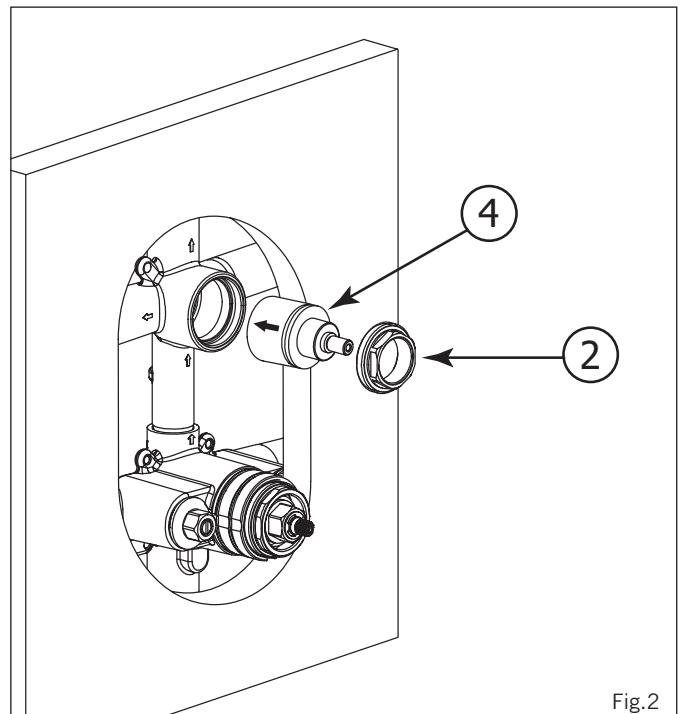

Fig.2
Insert the diverter cartridge (4) into the valve body as shown (Fig.2). Screw the large nut (2) back into place. DO NOT OVERTIGHTEN.
Insérer la cartouche du déviateur (4) dans la valve tel qu'illustré. (Voir Fig.2). Revisser l'ecrou (2) en place. NE PAS TROP SERRER.